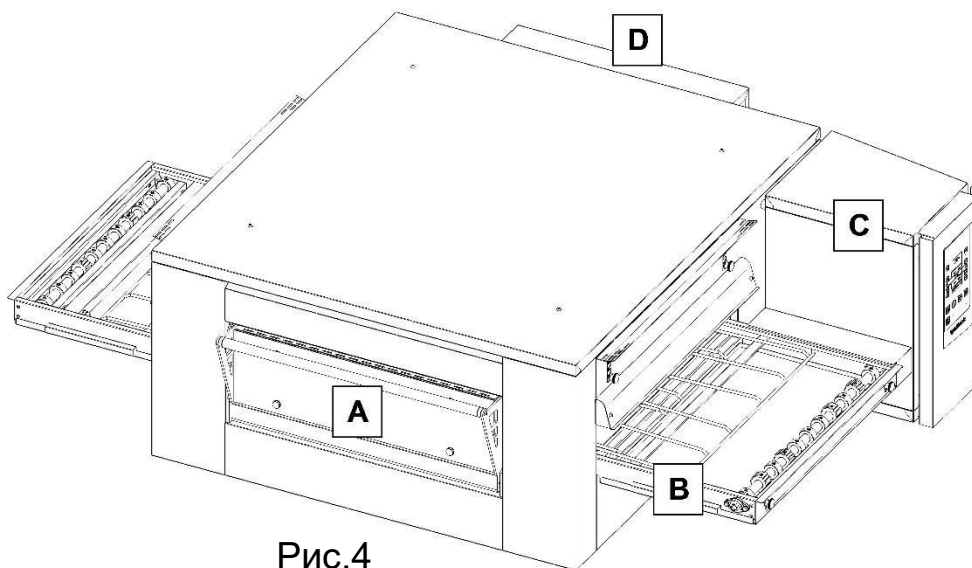

Рис.4
Если печь оснащена дверцей (рис. 4 зона А), проверьте, правильно ли она открывается и закрывается.
Проверьте натяжение стойки (рис. 4, зона В), ее износ и выравнивание, и при необходимости отрегулируйте с помощью натяжителей, расположенных у входа в печь.
Пыль, мука и грязь в целом могут скапливаться внутри панели управления (рис. 4, зона С), где расположены электрические
- в области мотора вентилятора (рис. 4, зона D): проверьте и очистите моторы.